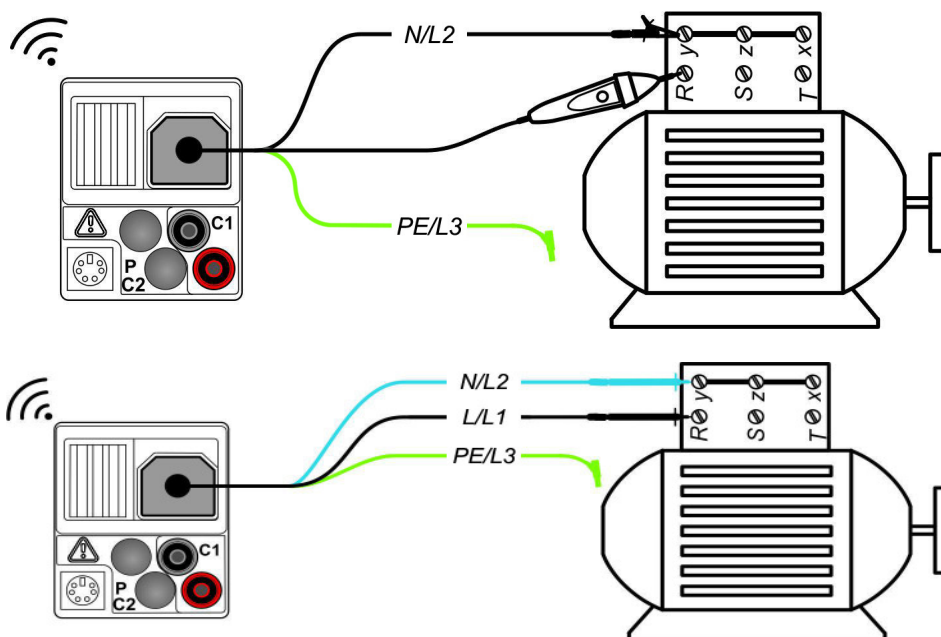

Abbildung 5.11: Anwendung der Commander-Prüfspitze und 3-Leiter-Prüflleitung
- ❑ Kontaktieren Sie die Prüflleitungen an das Prüfobjekt (siehe Abbildung 5.11).